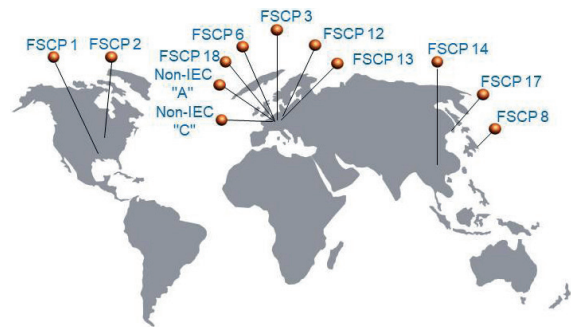

Abb. 3: FSCP-Welt
- Ein FSCP könnte die Lösung sein. Da das Gerät aber weltweit zum Einsatz kommen soll, müssten gemäß Abbildung 3 mehrere FSCP implementiert und betreut werden.